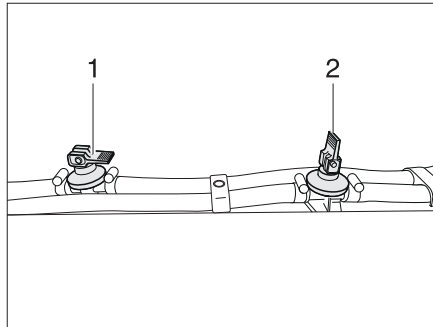

Fig. 255 Robinet de vidange
- Fermer tous les robinets de vidange. Placer le levier à bascule (Fig. 255,1) en position horizontale.